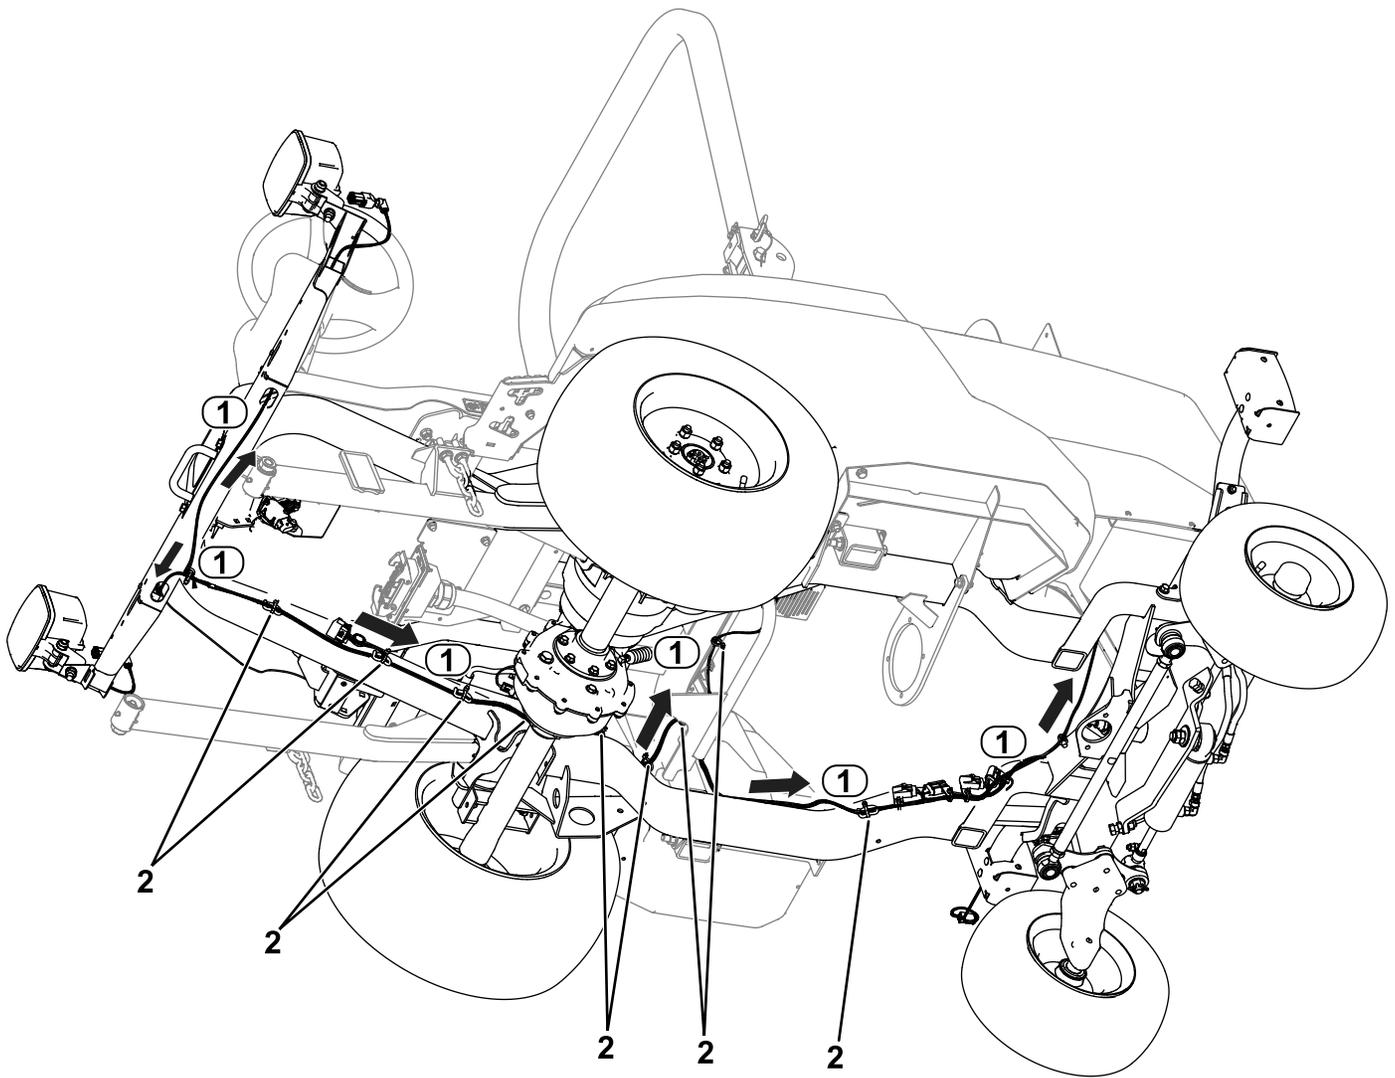

Figura 28
1. Encaminhe o conector de cablagem rotulado com LH HEADLIGHT (P04) para o lado esquerdo da unidade (Figura 28). Ligue a cablagem à luz.
2. Encaminhe o conector de cablagem rotulado com RH HEADLIGHT (P05) para o lado direito da unidade (Figura 28). Ligue a cablagem à luz.
3. Encaminhe o conector de cablagem rotulado com LH REAR LIGHT (P01) para o lado esquerdo traseiro da unidade (Figura 28).
4. Encaminhe o conector de cablagem rotulado com RH REAR LIGHT (P02) para o lado direito traseiro da unidade (Figura 28).
7. Ligue o conector de cablagem rotulado com LH REAR LIGHT (P01) à luz traseira (Figura 28).
8. Ligue o conector de cablagem rotulado com RH REAR LIGHT (P02) à luz traseira (Figura 28).
15. Instale as abraçadeiras de cabos na cablagem como se mostra na Figura 28.